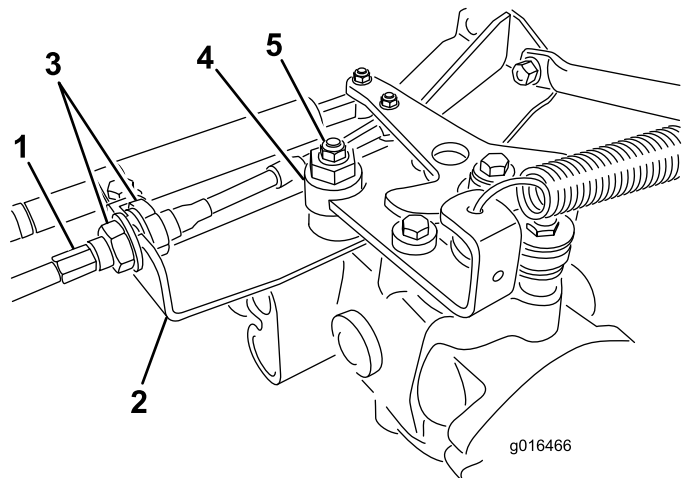

Рисунок 39
- A. Ослабьте обе контргайки, которые крепят тросик управления тягой к кронштейну на гидростате (Рисунок 39). Ослабьте контргайки одинаково и в степени, достаточной для регулировки.
Примечание: Ослабьте контргайку крепления эксцентрика к верхней части гидростата (Рисунок 39).
- E. Когда колесо перестанет вращаться, затяните гайку, которая фиксирует эксцентрик и регулировку (Рисунок 39).
- G. С каждой стороны кронштейна равномерно затяните контргайки, крепящие тяговый тросик (Рисунок 39). Не перекручивайте тросик.